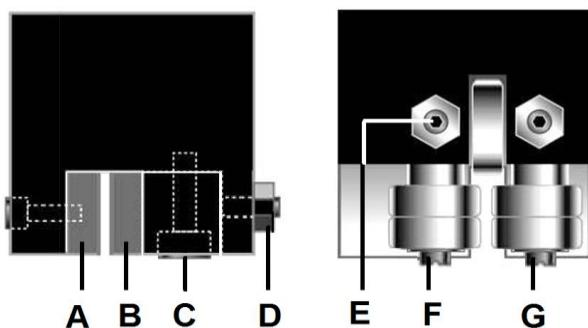

Abb. 8-8: Einstellung der Sägebandführung
Die Positionen der Blöcke (A, Abb. 8-8) und Lager (G) sind unveränderlich (keine Justierung möglich).